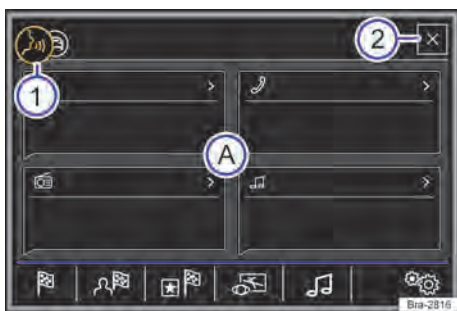

Fig. 154 Comando de voz: exibição do menu de ajuda e elementos falados.
- Somente falar os comandos de voz quando os sons sinalizadores e orientações faladas terminarem e o símbolo  → Fig. 154  aparecer no display.
É exibido um menu auxiliar com os comandos de voz mais importantes das áreas ativas (por exemplo navegação) → Fig. 154 . A exibição do menu auxiliar pode ser ligada e desligada no menu **Configurações do comando de voz** → Página 205.
Somente falar os comandos de voz quando os sons sinalizadores e orientações faladas terminarem e o símbolo  → Fig. 154  aparecer no display.